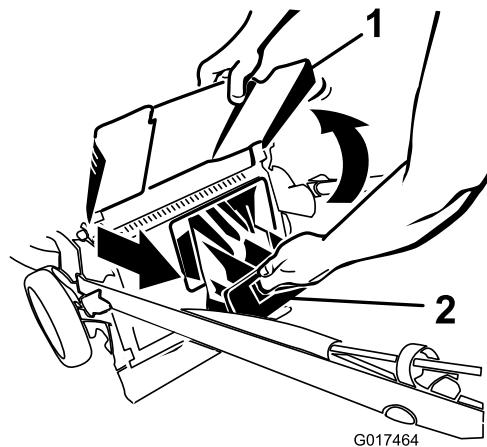

Figure 26
- Soulevez le déflecteur d'éjection et gardez-le dans cette position (Figure 26).
- Retirez l'obturateur d'éjection arrière (Figure 26).